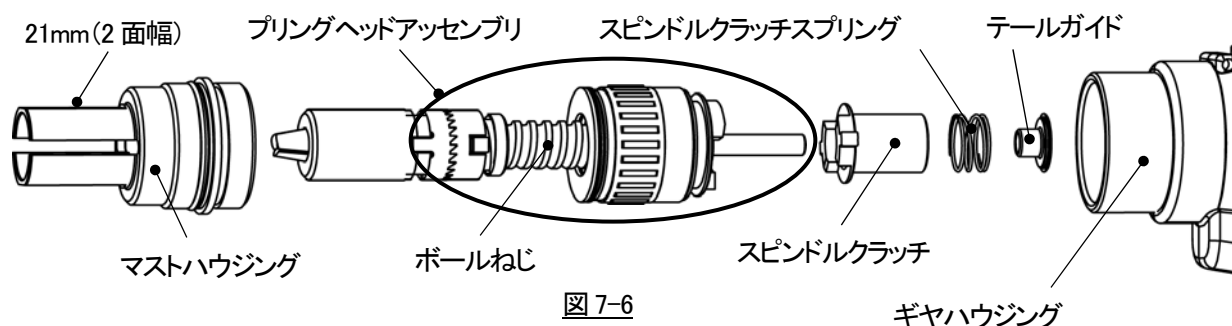

図 7-6
- ①7-1①②の要領でノーズハウジングをツール本体より取り外して、交換してください。
- ②21mm スパナを使用してマストハウジングを右に回し(左ねじ)で緩め、ツール本体より取り外してください。このとき外れてくる部品を(図 7-6)示します。